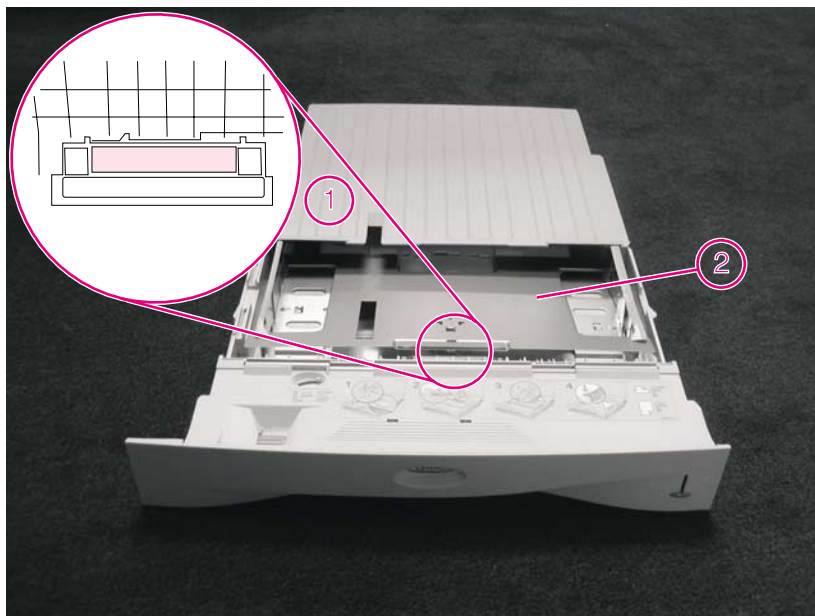
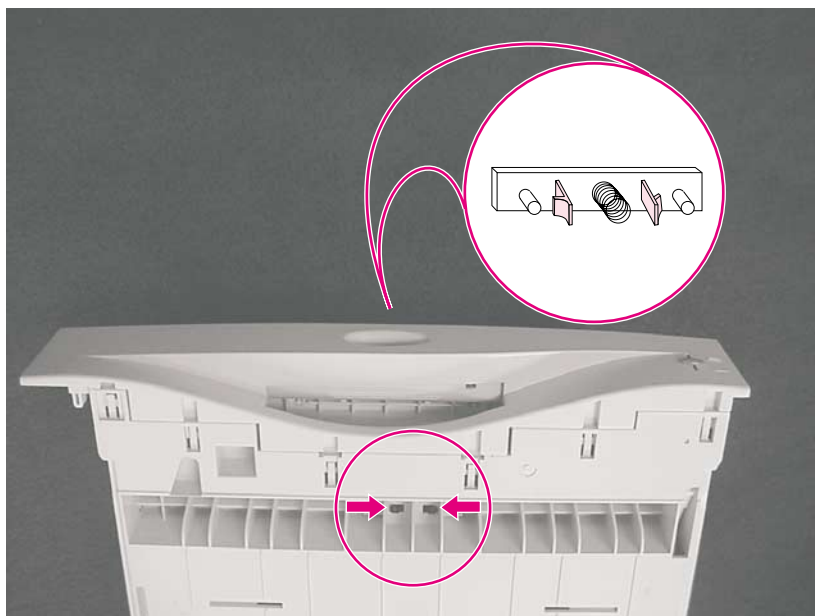

Figura 10
Figura 11
- 2 Premere verso il basso la piastra di sollevamento (Figura 10, elemento 2), premere le linguette nere nella parte anteriore del vassoio per rilasciare il tampone di separazione dal vassoio. Vedere la Figura 10 (elemento 1) e la Figura 11.